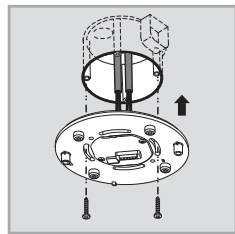

FIG. 15
3.3.3.3 Sett strømboksen inn i standard-koblingsboksen og fest dem med to skruer (se FIG. 15).